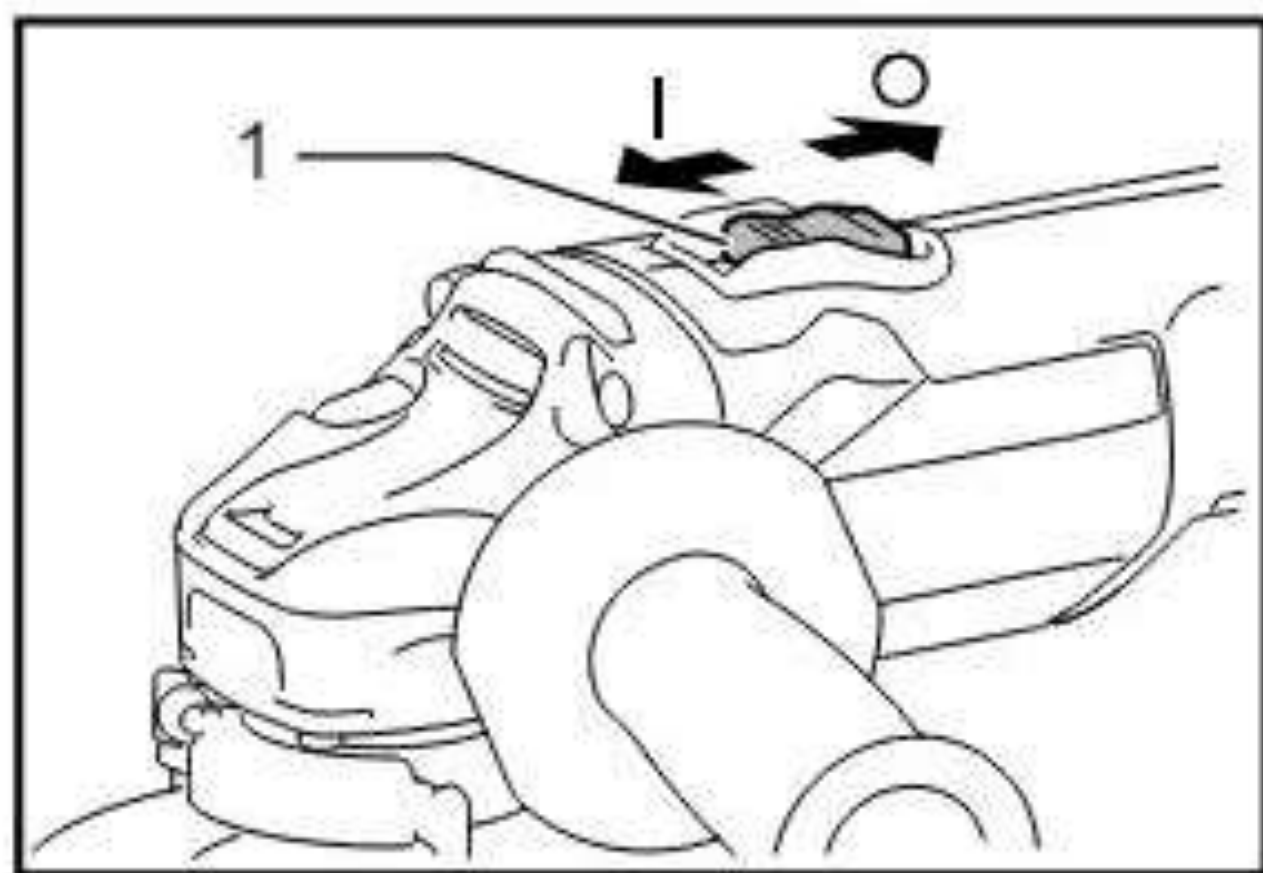

Рис. 4
• ДЕЙСТВИЕ ВЫКЛЮЧАТЕЛЯ (Рис.4)